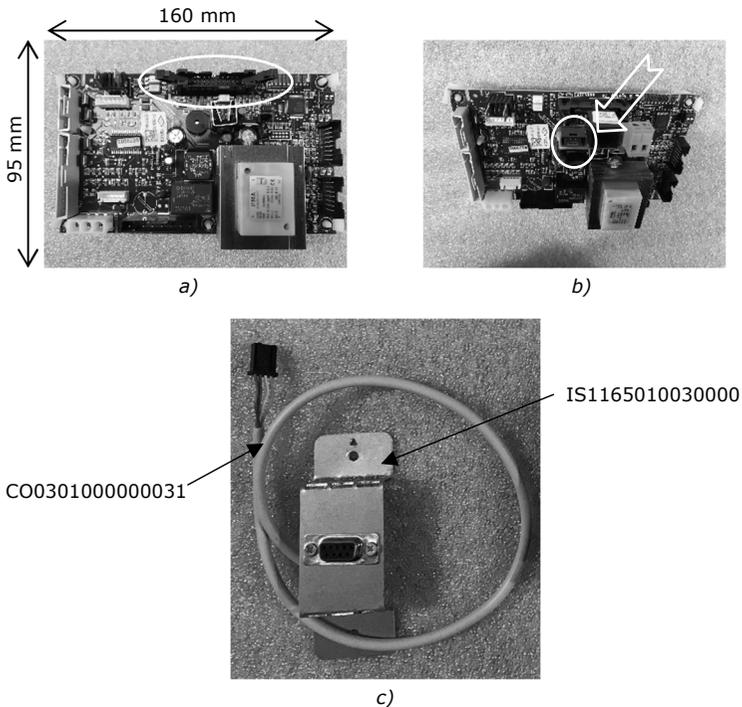

Figura 15 - Instalação módulo Wi-Fi V1
• **Placa Baby board (equipamentos da Tabela 1 - Coluna C):** Primeiramente deve colocar a placa elétrica Wi-Fi Baby Board (CO0312000000043) na entrada J5 e conectar o cabo (CO0301000000031) na entrada J4 dessa placa (Figura 15-a, Figura 15-b e Figura 15-c).